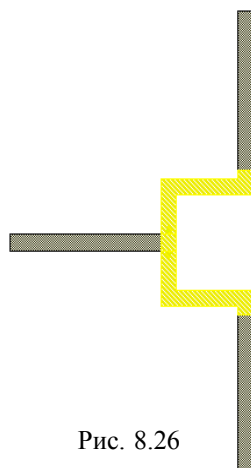

Рис. 8.26
8.26. По окончании трассировки дважды щёлкните кнопкой мышки. Аналогично выполните трассировку нижнего элемента **MTRACE2**. Воспользуйтесь командой **Snap Together**, чтобы соединить все проводники. Получится топология, показанная на рис. 8.26.